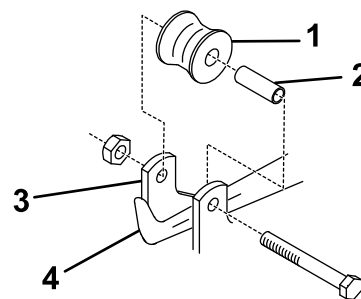

Figure 4
2. Poussez l'unité d'aération sous le cadre du bras de traction jusqu'à ce que les plaques de pivot de relevage soient placées de chaque côté du bras de relevage (Figure 4).
3. Tout en appuyant sur le bras de relevage, repoussez l'unité d'aération jusqu'à ce que le galet de relevage soit au-dessus du bras gauche (Figure 4).